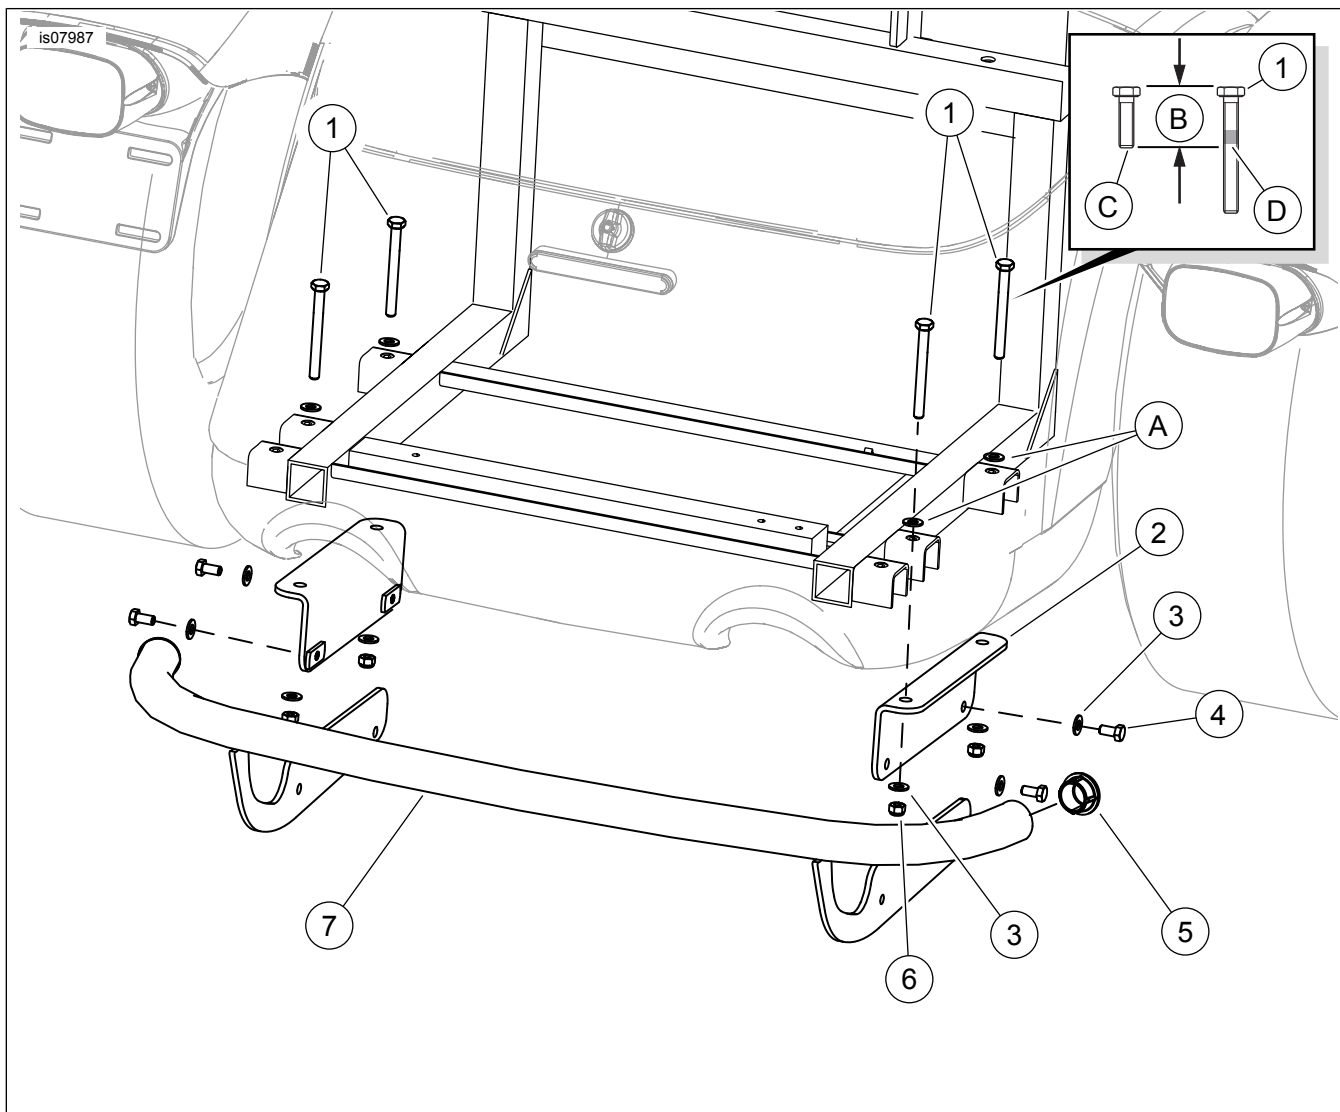

Figura 1. Peças de reposição: Kit de proteção traseira TRIKE cromada
Ver Figura 1 e Tabela 1.
2. Ver Figura 1 . Localize quatro parafusos com anilhas (A) no piso do compartimento da bagageira que prendem o quadro ao chassis traseiro. Deixando a anilha no lugar, remova um dos parafusos. Guarde o parafuso para o próximo passo e descarte-o.
3. Consulte a inserção em Figura 1 . Aplique LOCTITE 243 (azul) nos parafusos compridos (1).
- a. Marque o comprimento (B) do parafuso original (C) no novo parafuso comprido (1).
- b. Aplique LOCTITE 243 (azul) (D) no 10 mm (½ in) das roscas do parafuso no lado da cabeça da marca.
Oriente os suportes de montagem como mostrado em Figura 1 .